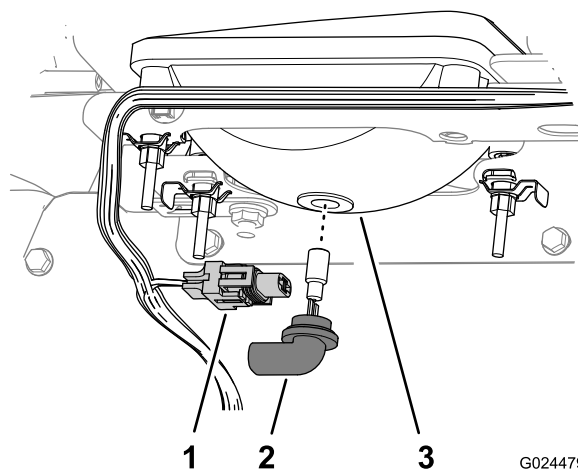

Figura 40
- Desconecte el conector eléctrico del arnés de cables del conector de la lámpara, en la parte trasera de la carcasa del faro (Figura 40).
- Retire el conjunto de la lámpara girándola 1/4 de vuelta en sentido antihorario y desplazándola hacia atrás (Figura 40).
5. Instale el conjunto de lámpara nueva y la carcasa del faro y alinee las pestañas del conjunto de la lámpara con las ranuras de la carcasa del faro (Figura 40).
6. Sujete el conjunto de la lámpara girándola 1/4 de vuelta en sentido antihorario (Figura 40).
7. Conecte el conector eléctrico del arnés de cables al conector del conjunto de la lámpara (Figura 40).